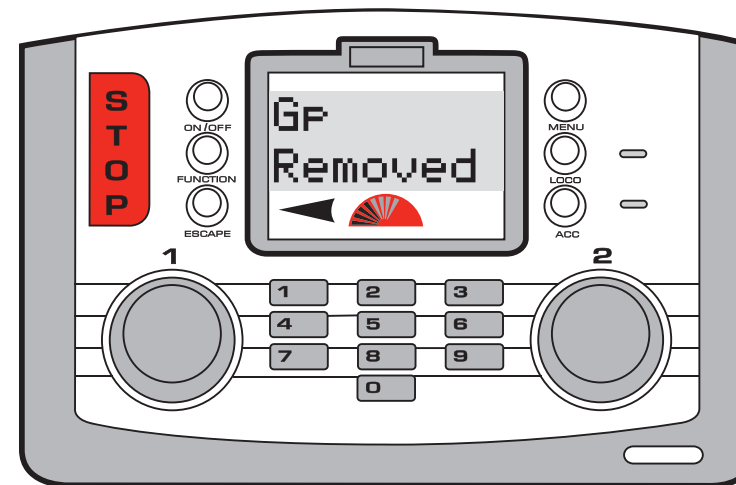

Fig 1
5. L'écran affichera dans l'ordre « **Annuler Adr: 10** », « **Adr: 01** », « **Adr: 02** », et finalement l'écran affichera « **Gp Removed** ». Voir Fig 1. Si vous essayez de supprimer une rame qui n'existe pas, l'affichage reviendra automatiquement « **Aucun Membre** ».